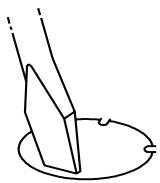

Figure 2
3. **Remove 7/8" knockout** at center of fixture by placing straight blade screwdriver on knockout and striking sharply with hammer (*Always wear safety glasses when hammering*). Remove slug by flexing back and forth with pliers. **See Figure 2.**
1. Retirer les composants de l'appareil et tout emballage de pièces. S'assurer que toutes les pièces sont incluses. **Voir la Figure 2.**
3. Pour enlever la débouchure appuyer un tournevis sur celle-ci et donner un coup de marteau. (Toujours porter de lunettes de sécurité en utilisant un marateau.) Dégager la rondelle à l'aide de pinces puis l'enlever. **Voir la Figure 2.**